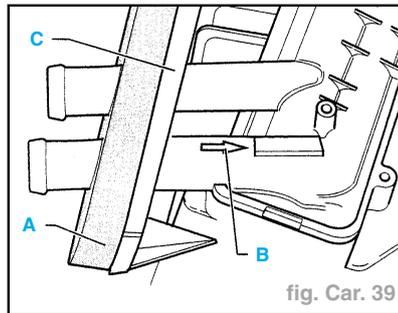

fig. Car. 39
- Remplacer le joint (A) de l'échangeur thermique et vérifier s'il est correctement positionné sur la portée (C) (fig. Car. 39).
**Remarques :** • Si l'échangeur thermique ne prend pas dans le caisson des volets du chauffage lors de la pose, le fixer avec deux vis appropriées (C) (p. ex. vis à tôle 3,2 x 20 mm).
- Vérifier si le joint (D) est correctement positionné ; on ne doit pas le voir après la pose de l'échangeur thermique.
- Remplacer le joint (A) et contrôler s'il est bien en place sur la portée (C) (fig. Car. 39).